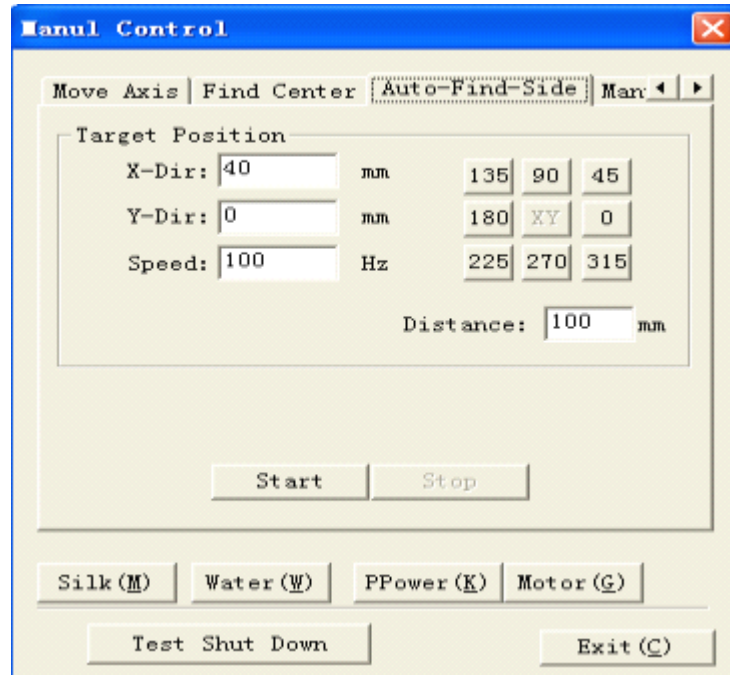

Figure 5.22: Find Side
- 3) **Auto-Find-Side (Figure 5.22)**